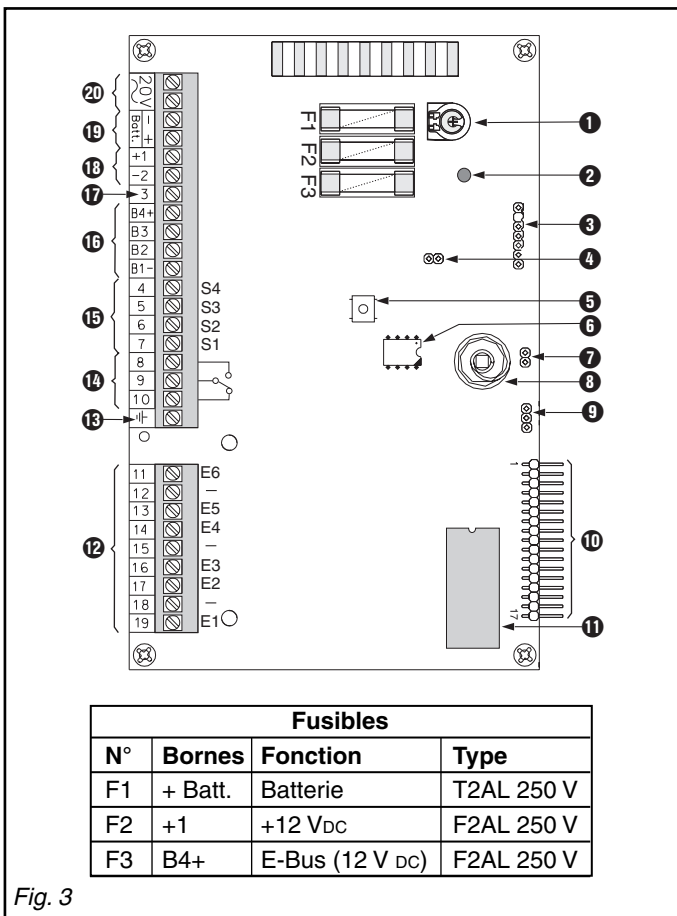

Fig. 3
#### 3.2.1 Carte mère SM 120 (fig. 3)
Les raccordements sont représentés dans la fig. 3 et sur le schéma de raccordement collé à l'intérieur du couvercle. Les câbles secondaires doivent être attachés au minimum deux par deux au moyen de colliers.
En cas d'utilisation de câbles blindés, l'écran doit être connecté à la vis de terre (fig. 3 B). S'il y a plusieurs câbles blindés, tous les écrans doivent être ramenés à cette vis.
Les épingles SW1 à SW4 (fig.3 ⑨) doivent être ouvertes.
**\* Attention :** Les modes de fonctionnement Incendie (6) et contact NO (1), ne doivent pas être utilisés sous peine de rendre le produit non conforme au référentiel NF A2P.
(1) Les entrées d'issue de secours doivent être câblées selon le mode de fonctionnement 5. Un court-circuit sur l'entrée provoque une RAZ sur la sortie correspondante. Le court-circuit est réalisé à l'aide du boîtier à clef 1032A.